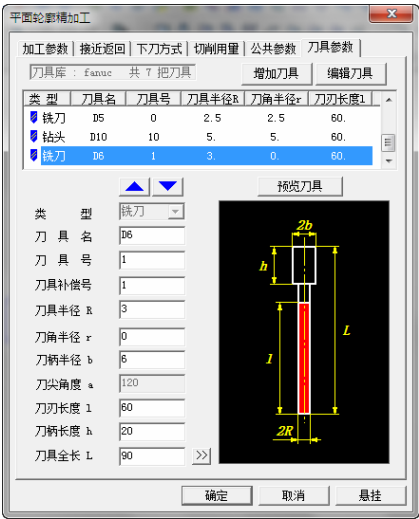

图 8-21 “刀具参数”选项卡
5) 单击“ 刀具参数 ”选项卡，选择刀具名 D6，刀具半径为 3mm，刀角半径为 0，如图 8-21 所示。